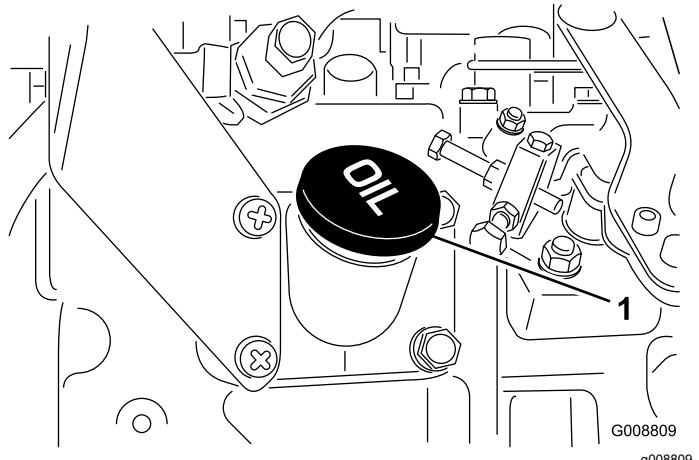

Figura 36
4. Se o nível de óleo se encontrar abaixo da zona de segurança, deverá retirar a tampa de enchimento (Figura 36) e adicionar óleo até que o nível atinja a marca Cheio.